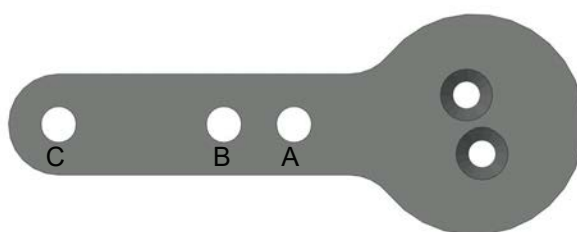
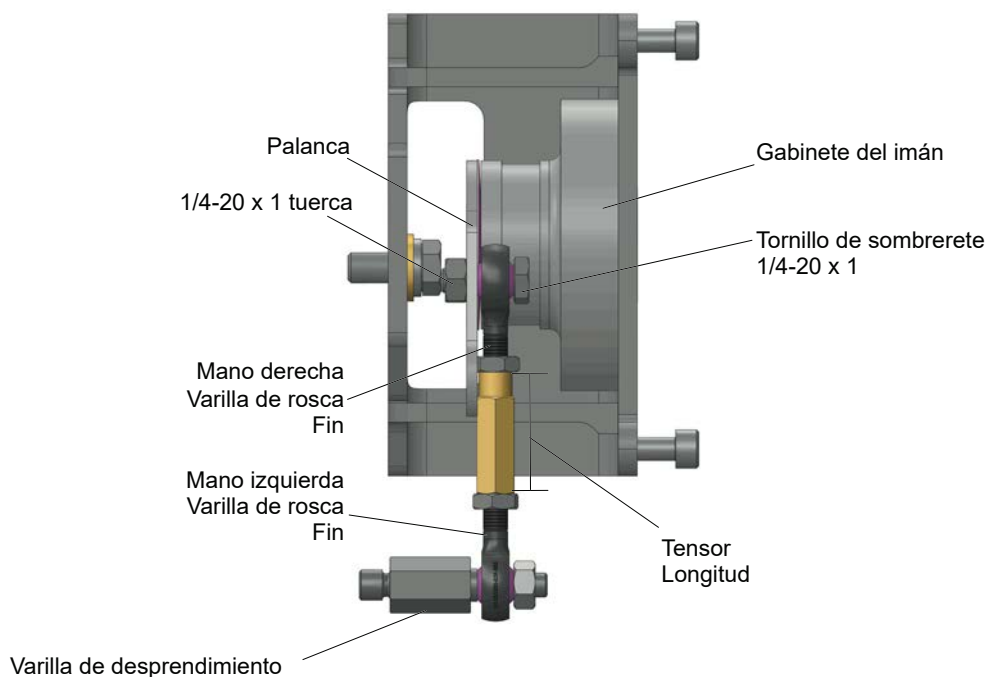

Figura 12 - Palanca para el actuador multimuelle modelo 87/88
Figura 13 - Conexión de vaivén
4. Seleccione el orificio de montaje A, B, C o D para la carrera de la válvula. Por ejemplo, el orificio B se muestra en la Figura 12 para un actuador de tamaño 10 con 1.0" de carrera.
6. Aplique Loctite® y enrosque la varilla de toma en el conector del vástago del actuador (Figura 13). Asegúrese de que el puntero de desplazamiento ubicado en el acoplamiento esté correctamente colocado.
7. Conecte el extremo roscado derecho de la varilla a la palanca mediante un tornillo y una tuerca de 1/4 - 20 x 0.75" (Figura 13). La posición del orificio de la palanca que se utilizará depende de la carrera específica de la válvula. Consulte la Figura 12 y la Selección de conexión de válvula alterna, Tabla 3 en la página 31.
9. Fije el conjunto del gabinete del imán, incluyendo la palanca y el extremo derecho de la varilla, al soporte con cuatro tornillos de cabeza plana M5 X 10 mm usando una llave hex. De 5 mm (Figura 13).
11. Enrosque el tensor en el extremo de la varilla roscada de la mano izquierda. Consulte la Figura 13.